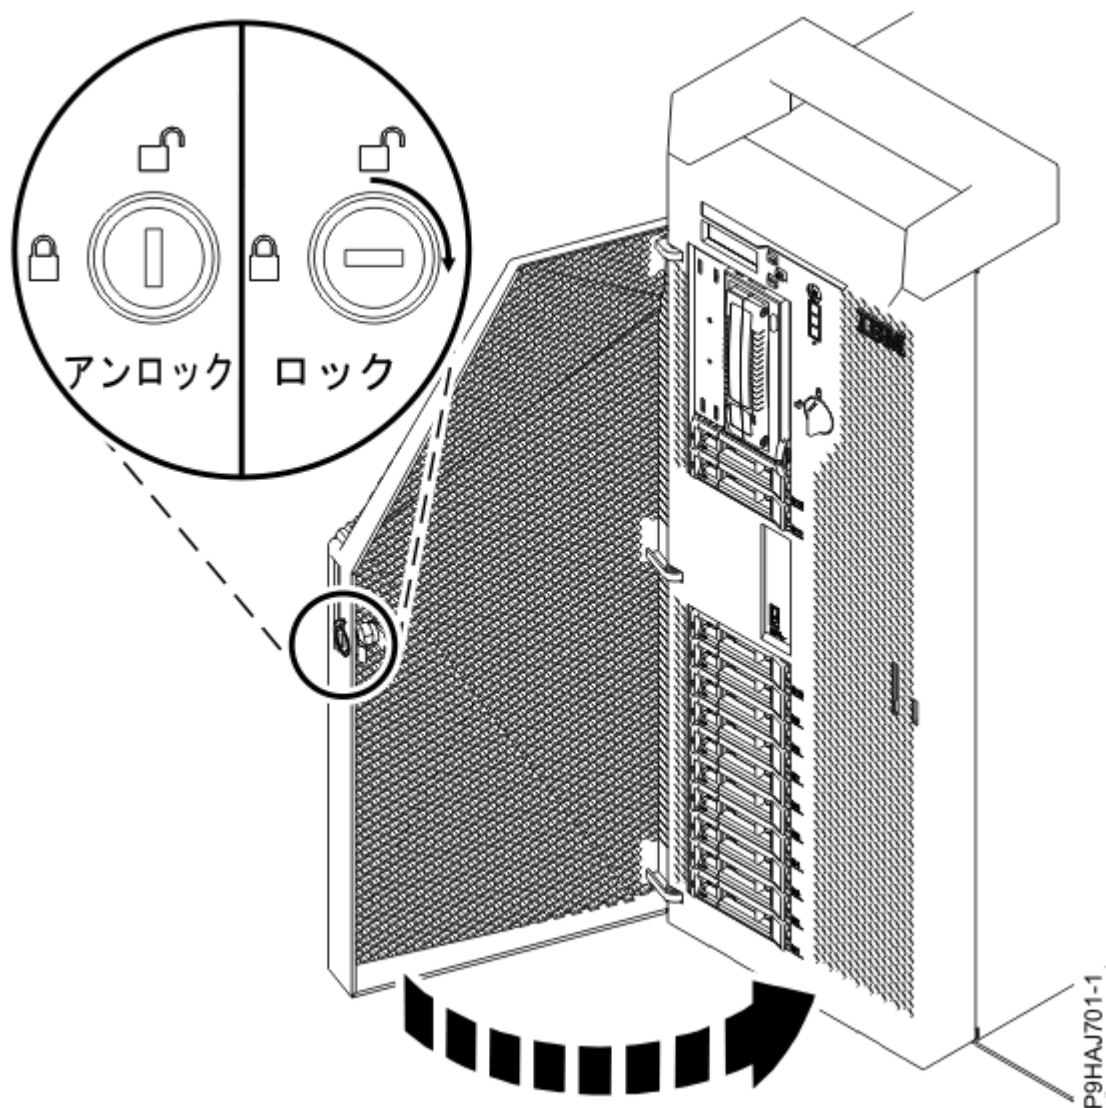

図 136. 前面ドアのロックング
- e) 前面ドアを閉じます。前面ドアの鍵をロックに差し込みます (141 ページの図 136 を参照)。鍵を右 (時計回り) にひねって、ドアをロックします。水平方向がロック状態で、垂直方向がアンロック状態です。